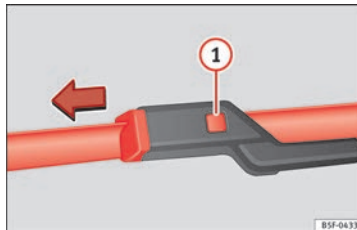

Abb. 81 Scheibenwischerblätter vorne auswechseln.
- Die Entriegelungstaste » Abb. 81 ① gedrückt halten und gleichzeitig das Scheibenwischerblatt vorsichtig in Pfeilrichtung abziehen.